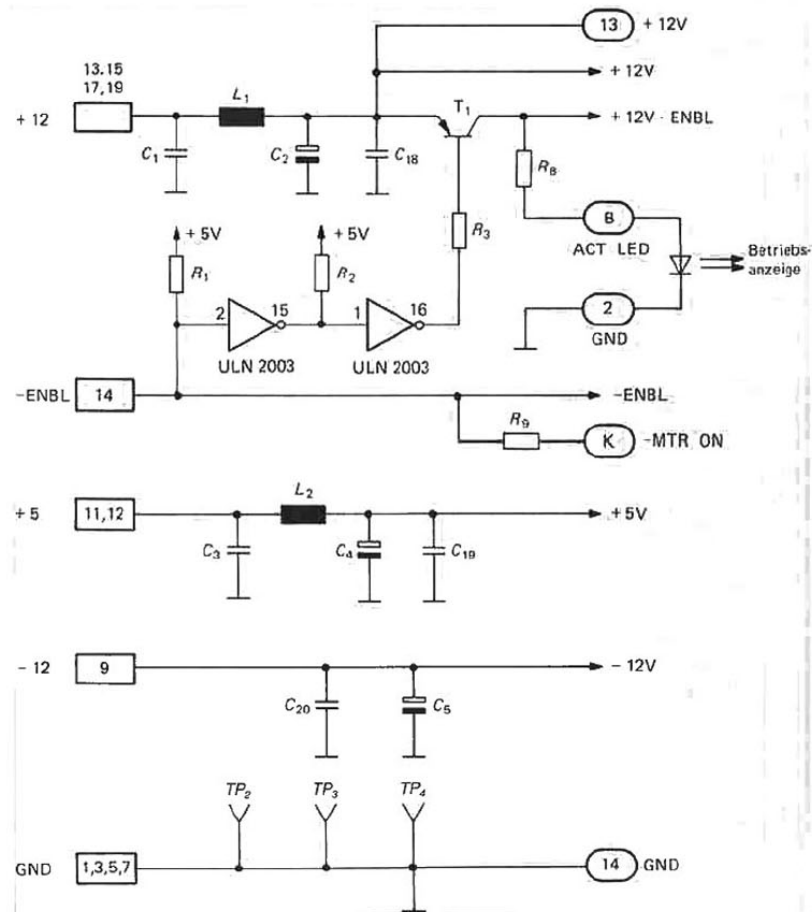

Bild 6: Schrittmotor-Ansteuerung
**Bild 6** zeigt die Schrittmotor-Ansteuerung, die lediglich aus vier Treibern für die vier Spulen (Phasen) des Schrittmotors besteht. Als Treiber werden vier Elemente des integrierten Bausteins ULN 2003 verwendet. Dieser Baustein, der u.a. von den Firmen SGS, Signetics, Sprague und Texas Instruments hergestellt wird, enthält sieben gleiche Darlington-Treiber, wovon jeder Treiber eine maximale Spannung von 50 V und einen maximalen Strom von
500 mA verträgt. Der Baustein enthält ebenfalls für jeden Treiber eine Freilaufdiode, deren Kathoden an den gemeinsamen Anschluß 9 gelegt sind. Das „Innenleben“ des Bausteins ist am Beispiel von  $\Phi 0$  in Bild 6 gezeigt.